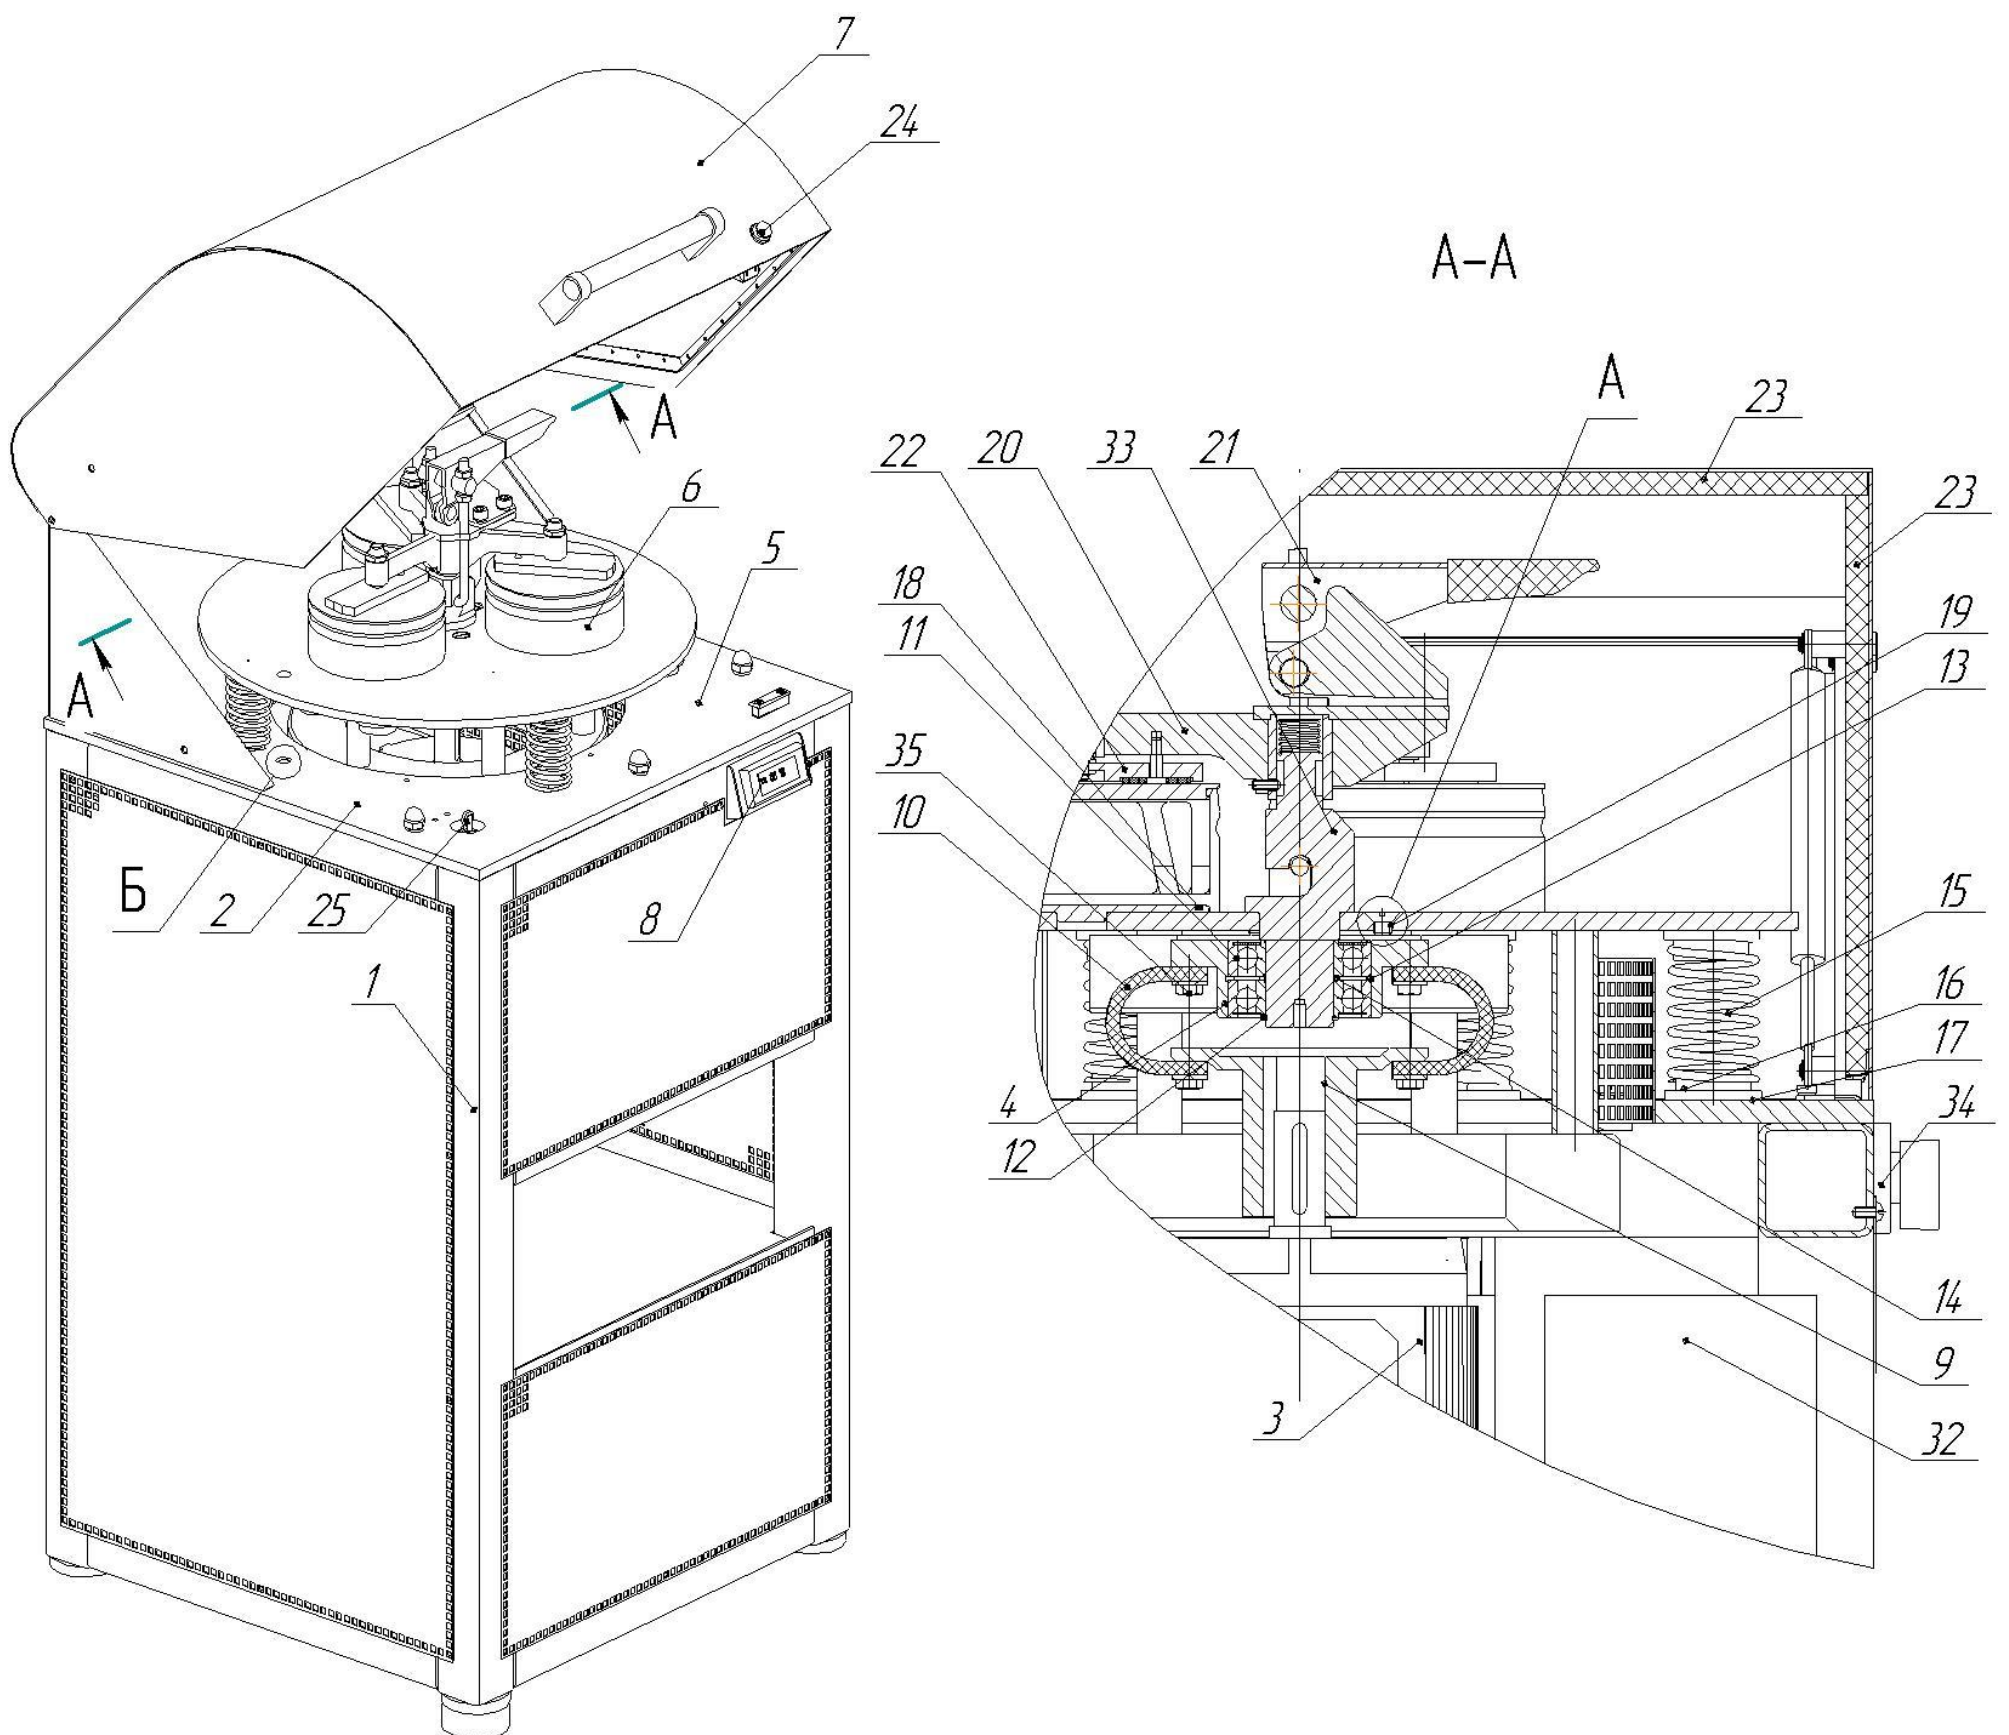

Рис.1 Истиратель ИВ 3, общий вид.
- проверьте работу микровыключателя 25 (Рис.1), подняв во время работы стирателя крышку 7. После срабатывания микровыключателя, стиратель должен включаться только при нажатии кнопки «start».
2.3.1 Поднимите крышку 7 (рис.1) до упора.
2.3.11 Откиньте крышку 7 (Рис.1) до упора.
3.2.1 Обслуживание подшипников дебаланса производите следующим образом (Рис. 1):